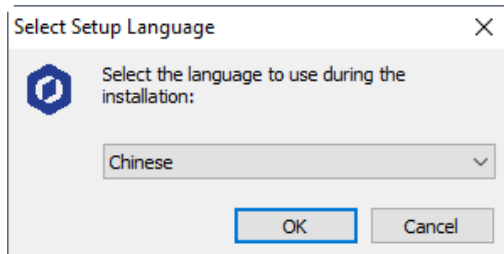

Figura 7: Caixa de diálogo Select Setup Language
2. No diretório de instalação, clique duas vezes em DobotStudioSetup.exe. A caixa de diálogo Select Setup Language para escolha do idioma será exibida, como mostrado na Figura 7.